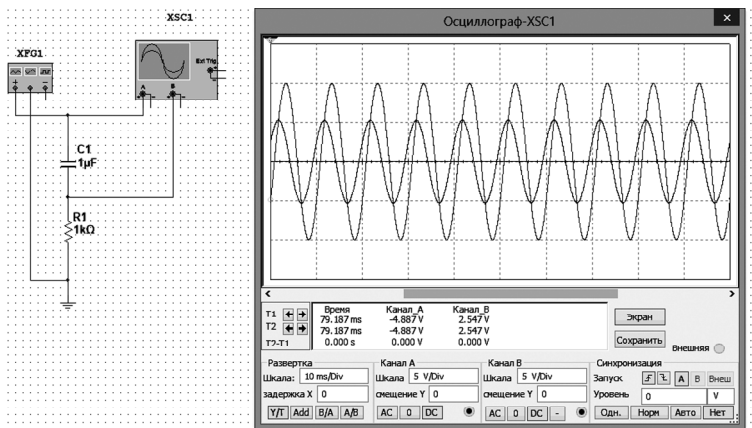

Рис. 25. Результат моделирования RC -цепи
1. Соберем исследуемую схему (рис. 25) в среде *Multisim*.
5. Запускаем процесс моделирования двойным щелчком мыши на приборе и нажатием кнопки запуска на панели инструментов. Результаты моделирования оцениваем на экране прибора после нажатия кнопки «Стоп» на панели инструментов (см. рис. 25). В случае неудовлетворительного моделирования или размеров изображения на экране осциллографа повторяем процесс с новыми параметрами.